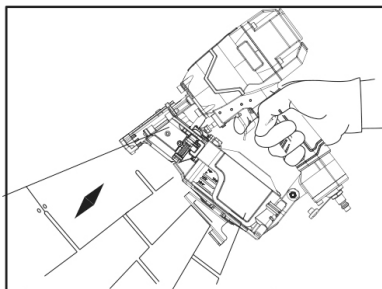

fig. 5
17. Tenez fermement la poignée (A), pressez l'outil contre votre pièce à travailler à l'endroit voulu et tenez-le en position.
18. Appuyez doucement sur la gâchette (C) pour insérer la fixation dans la pièce à travailler (fig. 5).